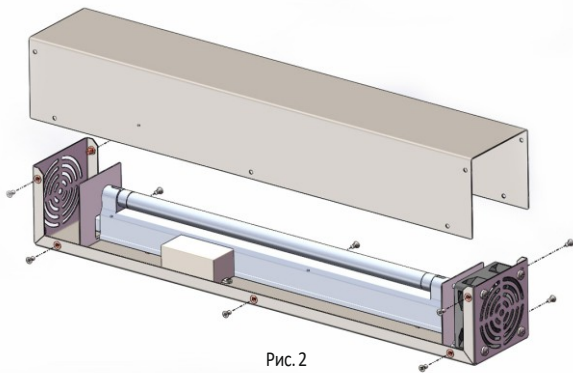

Рис. 2
3.4. Для очистки от пыли поверхности лампы или замены лампы следует снять крышку корпуса, открутив винты, как показано на Рис.2.